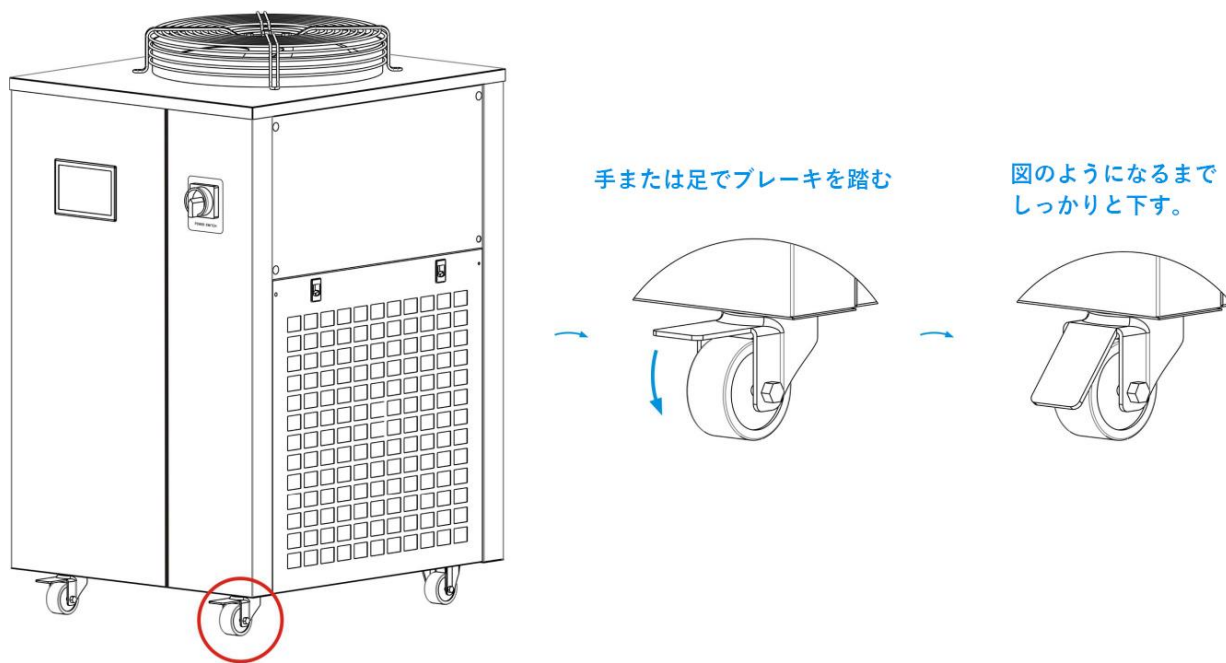

図 2: 必ずキャスターロックをかけてください。
(2) 稼働中の水冷機が移動しないようにキャスターがロックされていることを確認してください。ブレーキは通常キャスターの上に付けられており、手または足でロックすることができます。(図2参照)